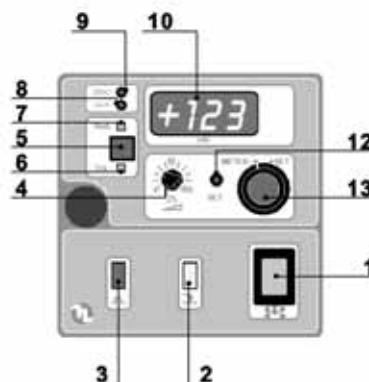

Fig. 29
11.4 - MANDOS DE LA BOMBA DLS-RX (Fig.29)